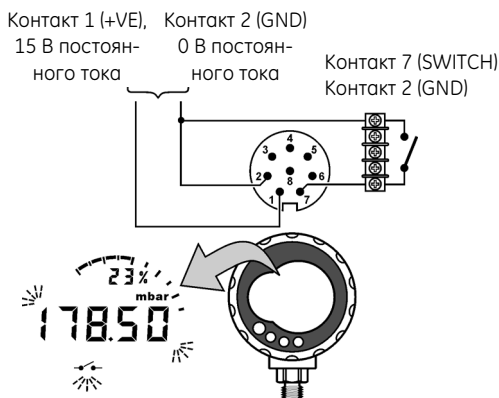

Рис. 2: Пример конфигурации – вход выключателя
1. Подключите DPI 104-IS (рисунок 2/таблица 5).